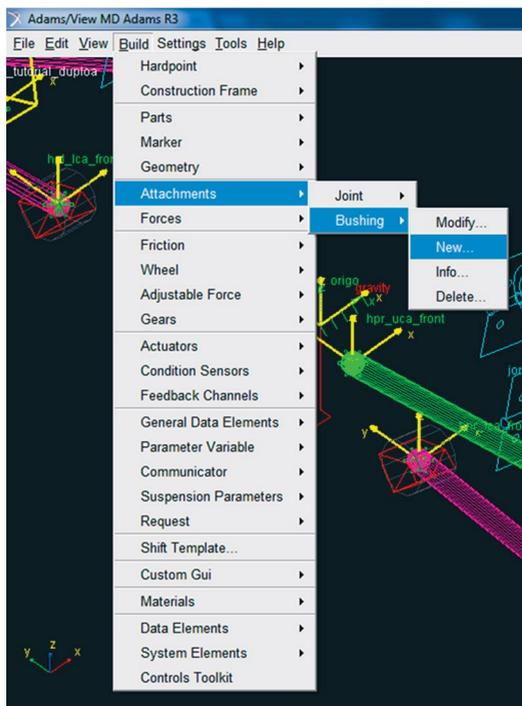

Figura 5.138 – Janela correspondente ao menu de criação da bucha “*bkl_Bushing2*”.
- Acesse o menu *Build* → *Attachments* → *Bushing* → *New* (Figura 5.138).